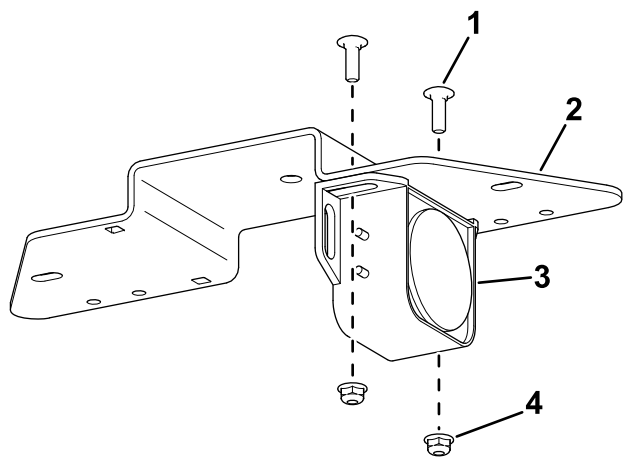

Figura 1
- Utilize 2 parafusos de carroçaria (1/4 pol. x 3/4 pol.) e duas porcas flangeadas (1/4 pol.) para prender o alarme ao suporte de montagem (Figura 1).